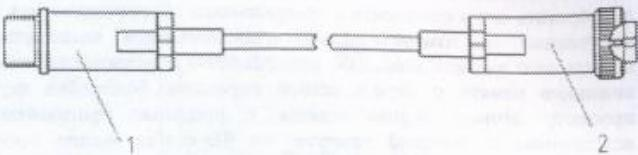

Рисунок 3.10 Кабель-удлинитель для измерительного преобразователя, изображенного на рис. 3.9 а
Преобразователь, изображенный на рисунке 3.9 а, можно подключить к измерительному блоку с помощью кабеля-удлинителя (см. рис. 3.10).
- 4.3 Соединить измерительный блок и измерительный преобразователь напрямую или соединительным кабелем (см. рис. 3.10). В случае если анализируемая среда предполагает содержание механической пыли, паров масла, принять меры по их устранению.